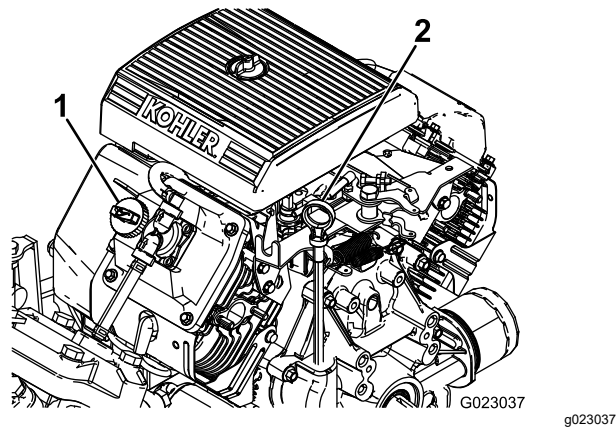

Figura 10
- 2. Retire la varilla y límpiela con un trapo limpio (Figura 10).
- 4. Si el nivel de aceite es bajo, retire el tapón de llenado de la cubierta de la válvula (Figura 10) y añada aceite por el orificio hasta que el nivel llegue a la marca LLENO de la varilla; el tipo y la viscosidad correctos figuran en la sección Mantenimiento del aceite de motor \(página 52\).